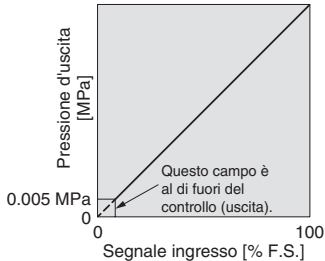

Fig. 1 Tabella delle caratteristiche di ingresso/uscita
- *1 Per la relazione tra la pressione di regolazione e l'ingresso, fare riferimento alla Fig.1. Dato che la pressione di regolazione massima differisce per ciascuna visualizzazione della pressione, fare riferimento a pagina 58.